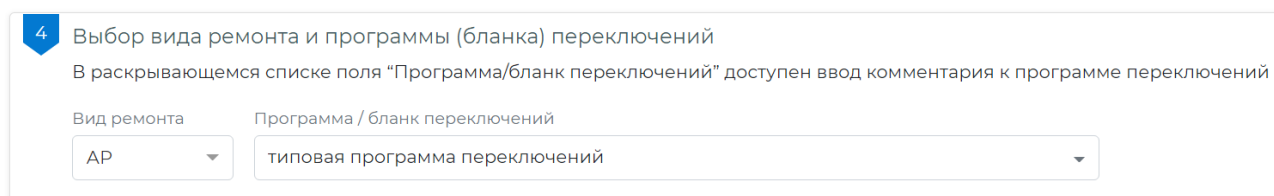

Рисунок 10.9 – Выбор вида ремонта и программы (бланка) переключений
- **«Шаг 4 – Выбор вида ремонта и программы (бланка) переключений»**. На данном шаге необходимо выбрать вид ремонта и программу / бланк переключений (Рисунок 10.9).